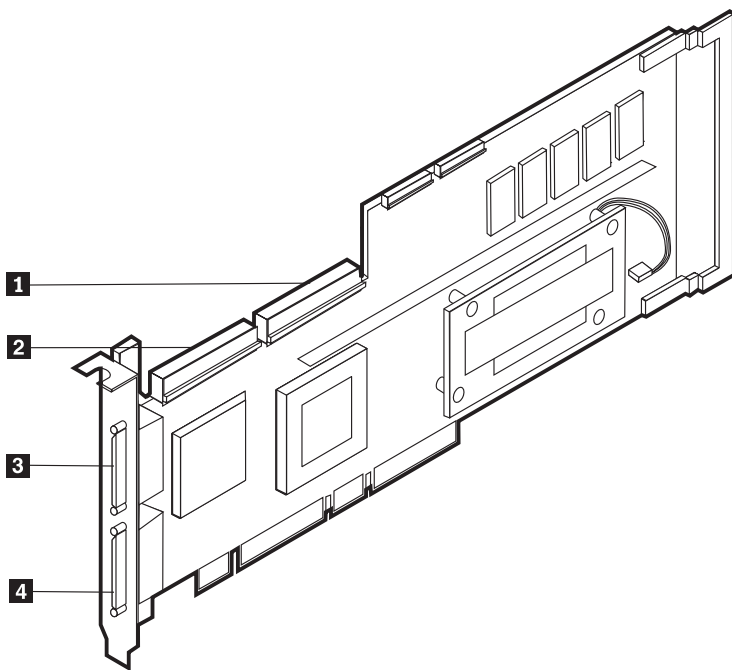

图 96. ServeRAID-4Mx 控制器
1. 将 68 针超高密度连接器接口（VHDCI）SCSI 电缆的一端连接至主或辅助 ServeRAID 控制器上的外部通道接口（如果没有安装 IBM Netfinity 3-Pack Ultra320 热交换扩充套件，则为通道 2，如果已安装 IBM Netfinity 3-Pack Ultra320 热交换扩充套件，则为第二个 ServeRAID-4Mx 上的通道 1 或 2）。（有关通道接口位置，参见第 116 页的图 96。）